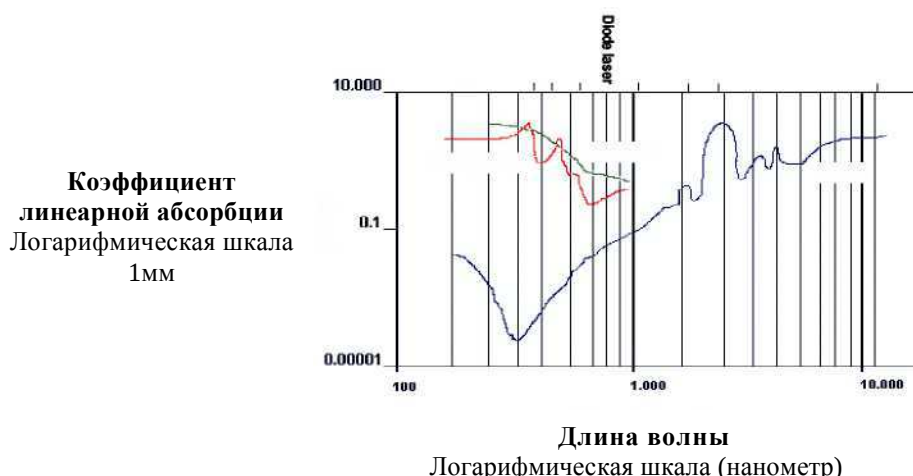

Рисунок 8.1 Вода и ткани поглощают свет
Взаимодействие между электромагнитной волной и биологическим проводником зависит от длины волны непосредственного излучения, а также оптических свойств ткани. Несмотря на структурную сложность и морфологические различия, при первом же приближении органические ткани выглядят как гомогенные и изотропные проводники, в которые проникает световое излучение, в соответствии с очень важными оптическими переменными, такими как: поглощение или абсорбция, трансмиссия, рассеивание, и т.д. Рассматривая затем лазерный луч, направленный перпендикулярно к поверхности ткани, мы видим, что отражается лишь малая часть излучения, точнее 5 %, из-за скачка показателя преломления между внешней окружающей средой и тканью. Оставшаяся часть передается ткани и будет подвержена процессу абсорбции и мульти рассеивания. Химические вещества, участвующие в поглощении или абсорбции света тканью, столь многочисленны, и их эффект очень заметно изменяется наравне с длиной волны излучения. Большая часть забирается водой (рис. 8.1), которая является главным абсорбером в спектре инфракрасного излучения (IR). Кроме того, в оптических полосах видимого и близкого IR, излучение рассеяно, так как клеточный диаметр равен длине волны.
Преобладающая абсорбция. Как можно наблюдать на диаграмме рис. 8.1, ультрафиолетовая длина волны, включая линии эмиссии эксимерного лазера (190-350 нм), главным образом поглощаются основными органическими разновидностями. Подобное отношение показывают длины волны IR, например, соответствующие лазерам Ho:YAG, Er:YAG и CO₂, (2--10 μm), которые подвергаются массивной абсорбции, главным образом, за счет содержания воды в тканях. В этих случаях глубина проникновения радиации (формально определяемая как $L=1/\alpha$, где α - коэффициент поглощения или абсорбции в ткани), оказывается равной нескольким дюжинам микрометров, и явление рассеивания может игнорироваться в пределах распространения.